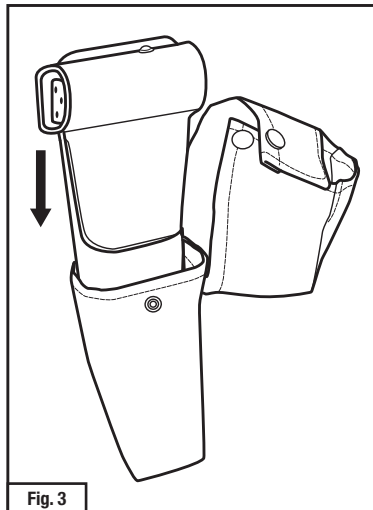

Fig. 3
4. Dobre a aba superior do estojo (coldre) para trás e deslize o adaptador de bateria TR-659 com a bateria no Estojo (coldre) de Fácil Limpeza TR-657 com o lado da bateria de frente para o cinto (back) do estojo (coldre) (Fig. 3).